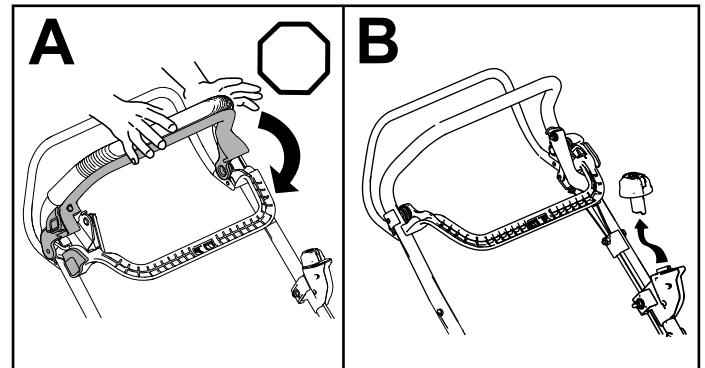

Figura 18
1. Suelte la barra de control de la cuchilla (Figura 18, A).
2. Retire el botón de arranque eléctrico del arrancador eléctrico (Figura 18, B).